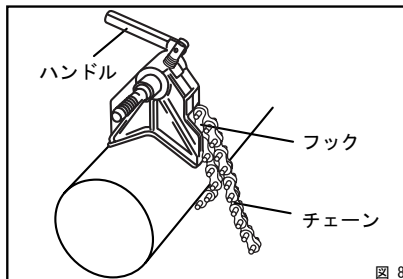

図 8
- (1) 既設管など、固定されているもの以外の加工物は、万力等でしっかり固定します
- (2) チェーンをチェーンバイスのフックに確実に入れ、ハンドルをまわしてチェーンバイスを加工物にしっかり固定します。(図8)